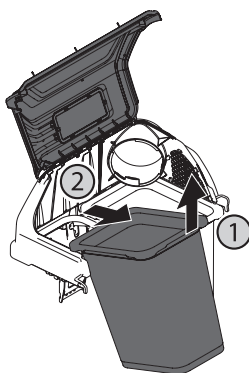

Figure 30
3. Retirez les deux ensembles de sac des supports en soulevant d'abord le rebord avant, puis en faisant glisser le rebord arrière vers l'avant et vers le haut jusqu'à ce qu'il soit dégagé du cadre. Consultez la Figure 30.